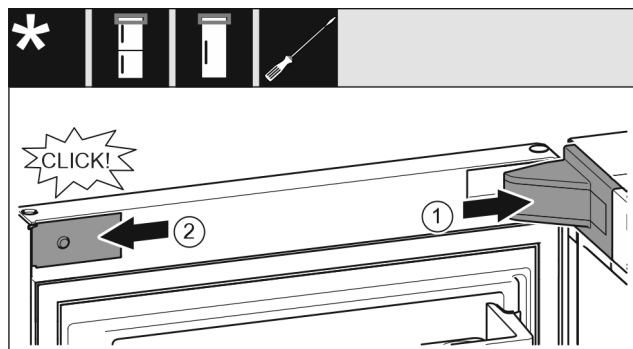

Fig. 27
- Lagerbokafdekking Fig. 27 (1) plaatsen en vastklikken, evt. voorzichtig uit elkaar drukken.
- Panelen Fig. 27 (2) aan de zijkanten plaatsen en vastklikken.